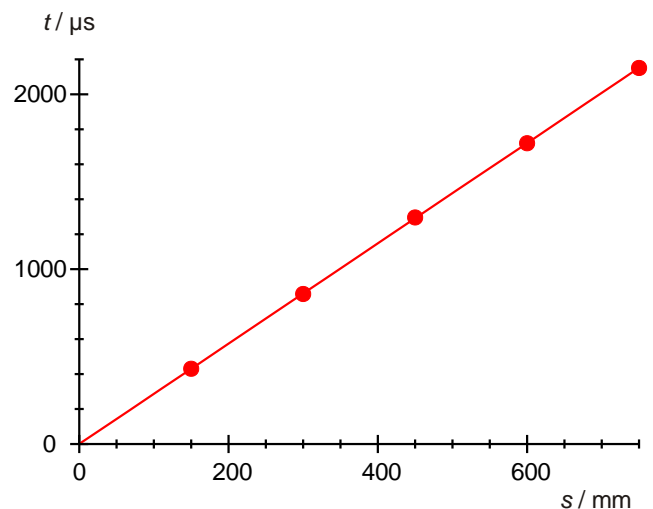

Fig. 3: Durée du son t dans l'air en fonction du parcours s à température ambiante.
- Représenter dans un diagramme les durées mesurées t par rapport aux écarts réglés s (Fig. 3).